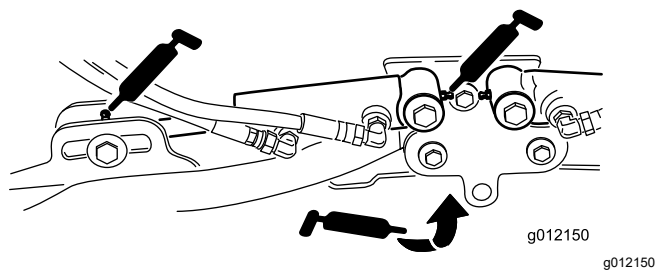

Figura 67
- Cilindros de elevação da unidade de corte (2 cada) (Figura 67)
- Pivôs do braço de elevação (1 cada) (Figura 67)